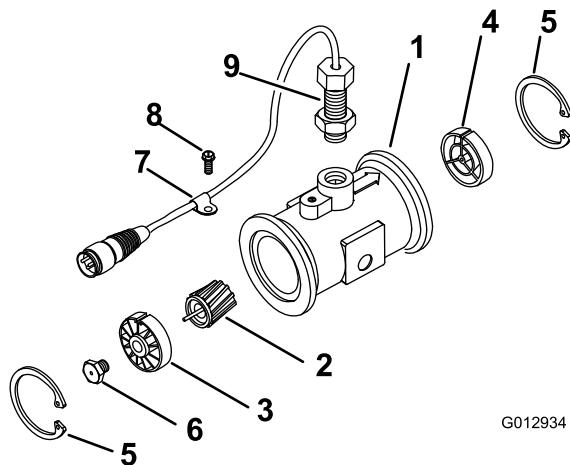

Figura 73
3. Retire el anillo de sujeción del lado “aguas arriba” (Figura 73).